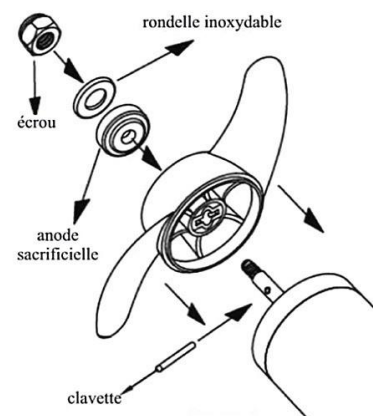

Figure 2
- **Figure 2** : Insérez la clavette dans le trou de l'arbre et alignez-la avec votre hélice (la clavette et la rainure de l'hélice doivent être alignées horizontalement). Lorsque l'hélice est en place, installez l'anode sacrificielle, la rondelle inoxydable et l'écrou sur l'arbre.